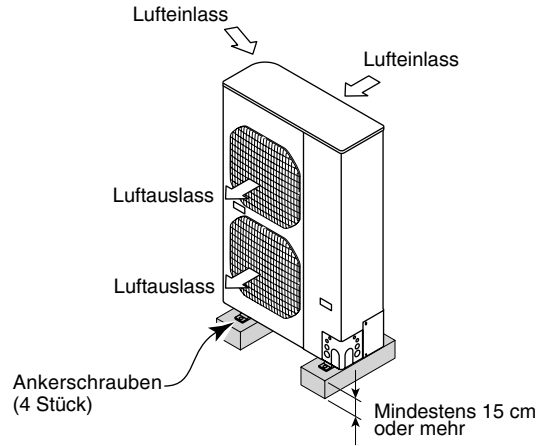

Abb. 2-8
- Stellen Sie die Einheit auf einen festen Sockel (Betonblock, 10 x 40-cm-Balken o.Ä.), so dass sie mindestens 15 cm über dem Boden steht, um Feuchtigkeit zu reduzieren und die Einheit gegen mögliche Wasserschäden und eine Verkürzung der Lebensdauer zu schützen. (Abb. 2-8)